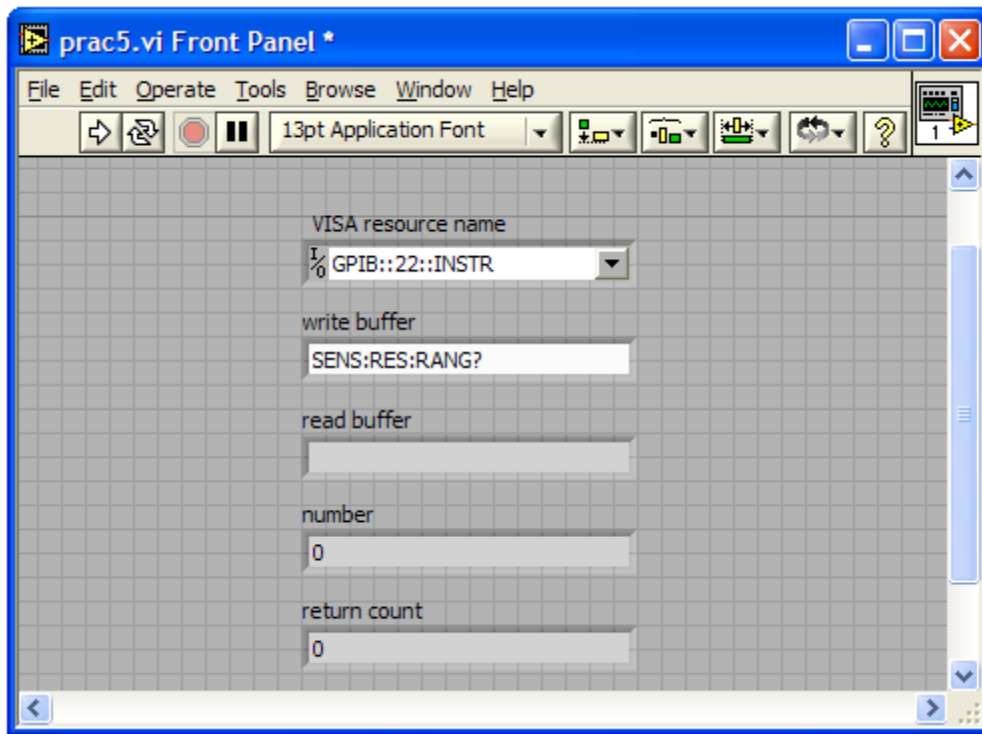

Figura 7.12: Panel frontal del programa LabView para adquirir resistencia.
5. Correr el programa con la flecha superior izquierda del panel de control (figura 7.12).